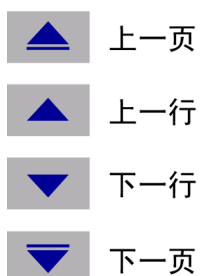

图 9: 显示屏软键
2. 软键 - 这些按钮控制着出现在仪器显示屏上的屏幕特定功能。（见图9第10页）